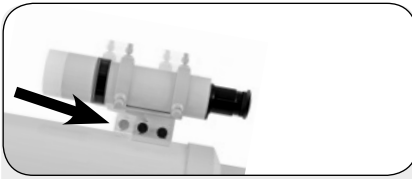

Рис. 9b: Искатель имеет крепление «ласточкин хвост», которое монтируется к трубе телескопа
9. Прикрепите кронштейн искателя (рис. 9b). Снимите гайки с винтов кронштейна искателя (15, рис. 1b). Проденьте винты в отверстия кронштейна искателя. Поставьте гайки на место и затяните без усилия.